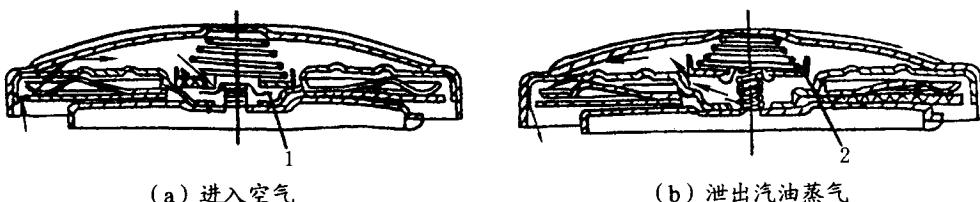

图 1-3 带有空气阀和蒸气阀的油箱盖
(2) 汽油箱的连接油管会因接头及开关的松动而漏油，汽油箱会因有裂纹而漏油。
(3) 油箱盖与加油口不能紧密吻合。油箱盖进、出气阀堵塞，通风不良，影响供油或中断供油。如果汽油箱固定箍带松动，油箱不稳，还容易发生事故。带有空气阀和蒸气阀的油箱盖如图 1-3 所示。